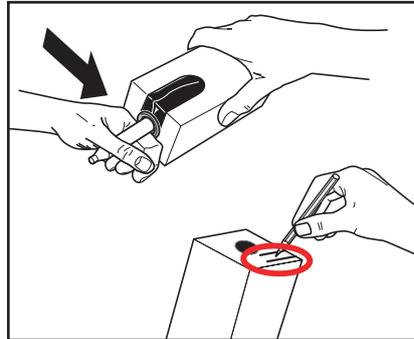

Fig. 19
4. Remova o invólucro de plástico e escreva a data de validade no pacote de produto. (Fig. 19)
5. Siga as instruções impressas no pacote de produto para abrir o doseador. (Fig. 19)